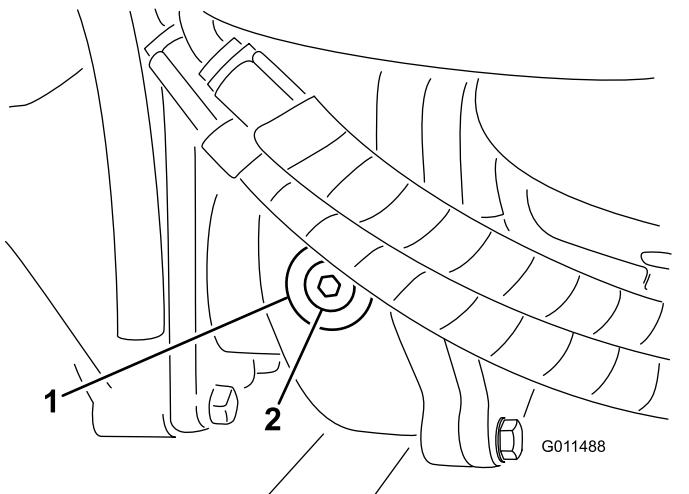

Figura 81
- Retire o tampão de verificação/enchimento que se encontra na zona esquerda da caixa de engrenagens e certifique-se de que existe lubrificante até ao fundo do orifício (Figura 81).